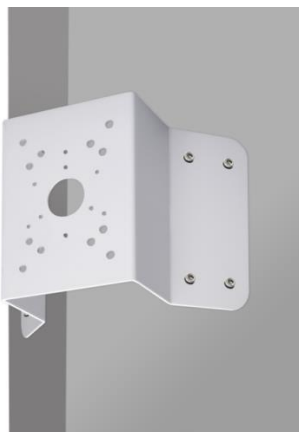

Рисунок 1.9 – Определение точек крепления кронштейна на установочной поверхности
1. Используя угловой кронштейн, отметьте точки крепления на установочной поверхности (Рисунок 1.9) и просверлите 4 отверстия (диаметр 8 мм, глубина не менее 65 мм) в установочной поверхности.